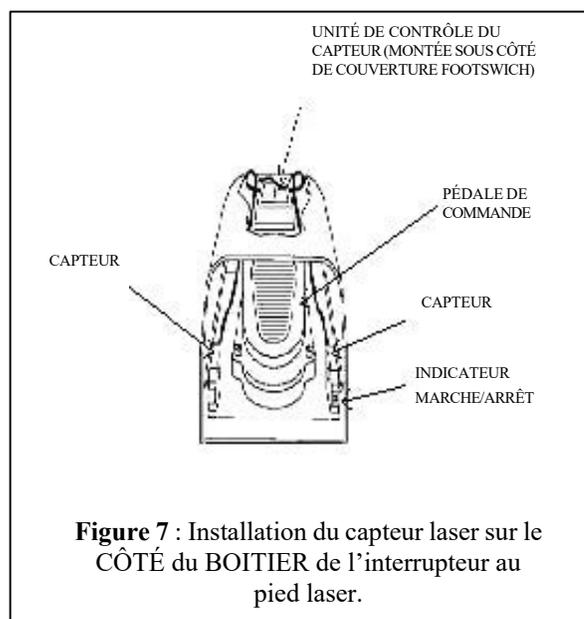

Figure 7 : Installation du capteur laser sur le CÔTÉ du BOITIER de l'interrupteur au pied laser.
3. Placez l'interrupteur au pied laser sur une surface de travail facilement accessible (Figures 7 et 8).
4. À l'intérieur du boîtier de l'interrupteur au pied (Figure 7), positionnez le capteur de transmission et le capteur de réception sur les côtés opposés de l'interrupteur au pied. Ne placez pas les capteurs sur les côtés de l'interrupteur au pied.